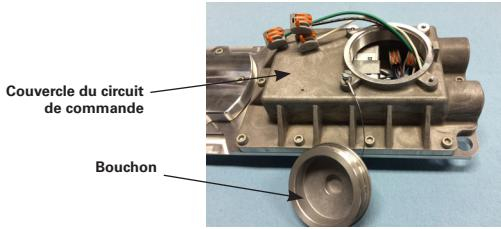

Figure 8
1. Dévisser le bouchon de câbles fileté (voir la figure 8), et le laisser pendre par son cordon. Tous les composants dans le luminaire sont précablés; ainsi, il ne reste qu'à relier la puissance d'entrée aux bornes ou fils conducteurs du luminaire selon les schémas de câblage (voir les figures 10 et 11), à l'aide de méthodes conformes aux codes applicables. Raccorder d'abord le conducteur de mise à la terre (vert) de l'équipement, puis le courant (blanc) et la tension composée (noir). Pour les applications en tension continue, raccorder le fil positif (+) au fil blanc et le fil négatif (-) au fil noir. Serrer tous les raccordements électriques. Remarque - Les ouvertures standards NPT sont de 1,9 cm (3/4 po).
4. Pour le câblage d'alimentation en boucle, utiliser les deux ouvertures pour connecter plusieurs luminaires en guirlande (neuf [9] au maximum). Se reporter au schéma de câblage. Chaque jack d'entrée ne peut accueillir que trois (3) conducteurs au plus.
- Dévisser le bouchon de câbles fileté (voir la figure 8), et le laisser pendre par son cordon.
- Dévisser les dix (10) vis d'assemblage à six pans creux et rondelles de blocage du couvercle de circuit de commande à l'aide d'une clé hexagonale ou d'une mèche de 5 mm.
4. Dévisser le bouchon de câbles fileté (voir la figure 8), et le laisser pendre par son cordon.
7. Dévisser les dix (10) vis d'assemblage à six pans creux et rondelles de blocage du couvercle de circuit de commande à l'aide d'une clé hexagonale ou d'une mèche de 5 mm.